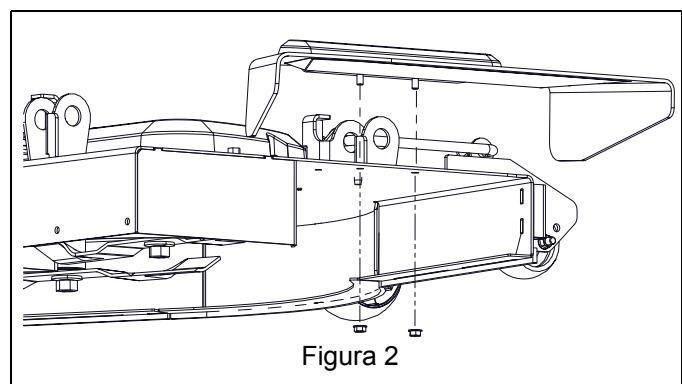

Figura 2
4. Rimuovere i due controdadi a colletto superiori da 5/16" che fissano il gruppo del cammino di scarico, quindi rimuovere il cammino. Conservare tutti i componenti per l'uso senza il kit per pacciamatura. Vedere Figura 2.